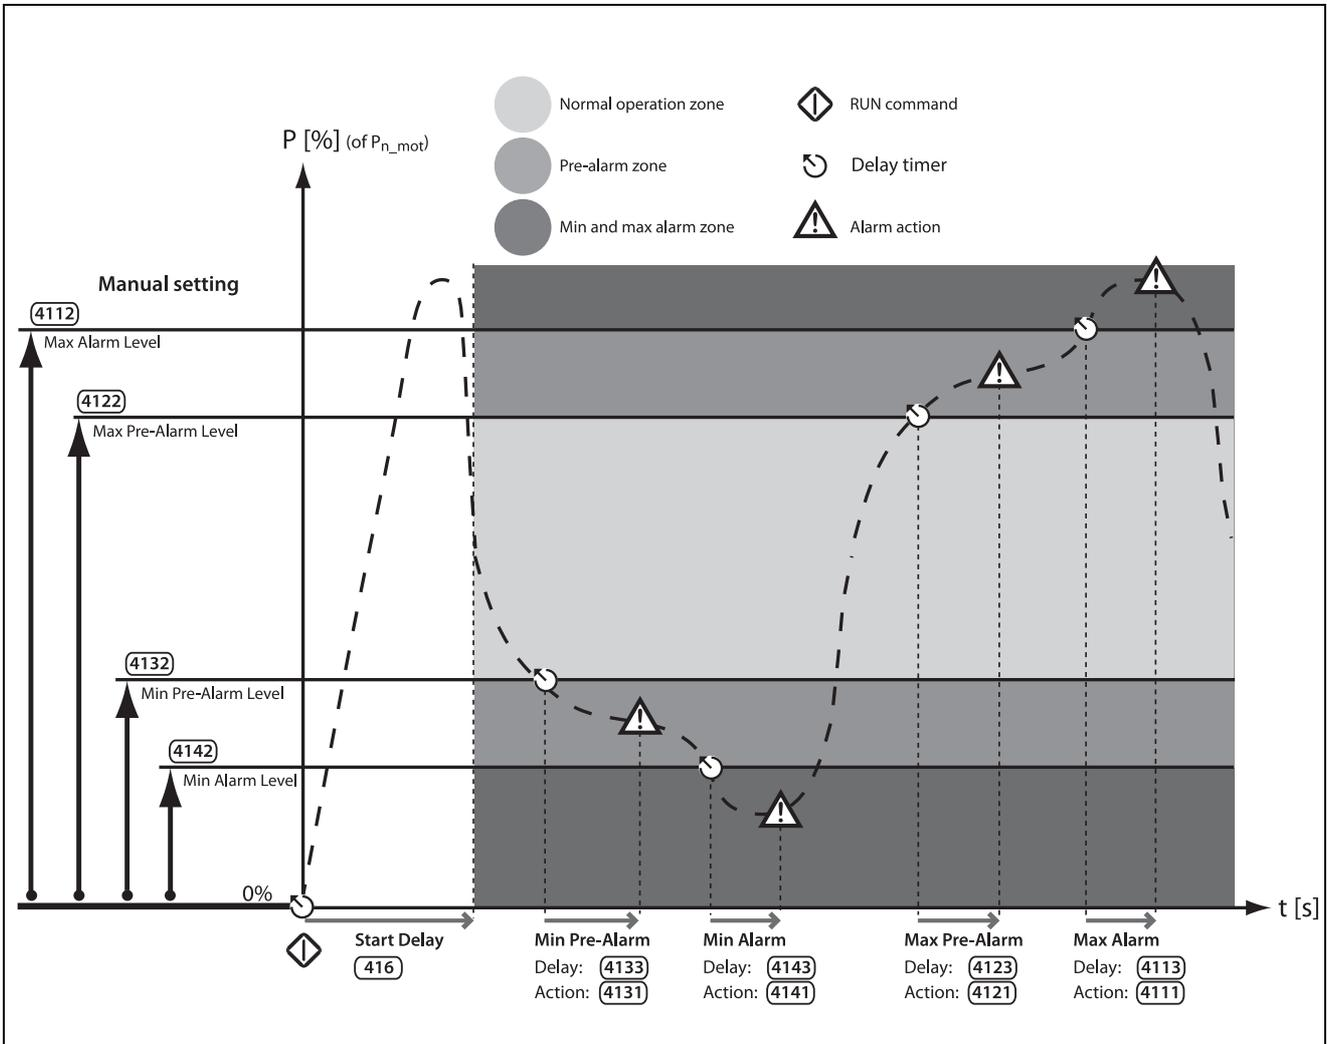

Fig. 40 Réglage manuel des niveaux d'alarme du moniteur de charge
1. Configuration manuelle, dans laquelle jusqu'à quatre « Niveaux d'alarme » sont définis directement (Fig. 40).
Voir Fig. 40. Pour le réglage manuel du moniteur de charge, les niveaux d'alarme [411] – [414] sont définis directement comme un pourcentage de la puissance nominale du moteur (menu [223]). La puissance mécanique à l'arbre réelle est affichée entre crochets avec la valeur du niveau d'alarme afin de simplifier le réglage. Voir l'exemple à droite.